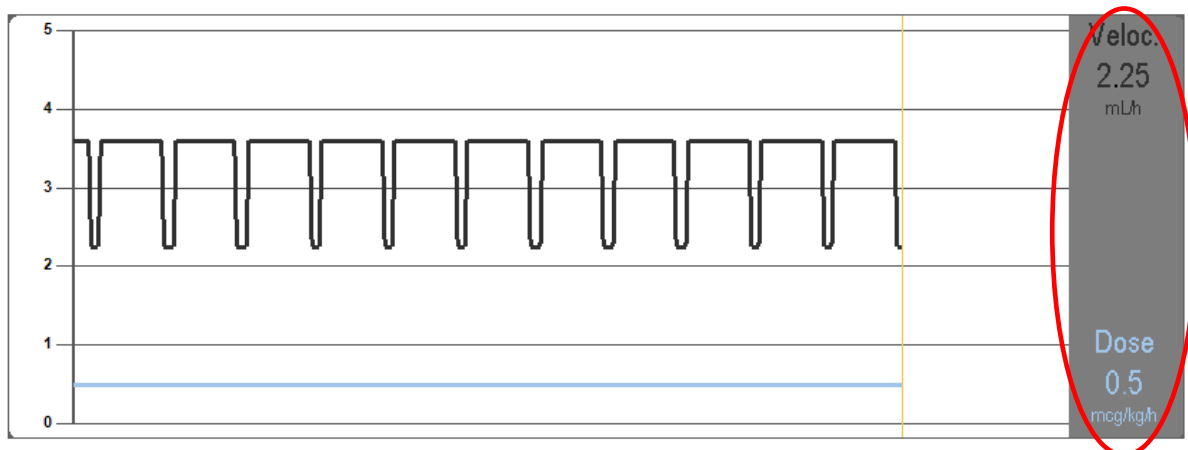

Fig 22
- la velocità della soluzione e la dose del farmaco (Fig 22);